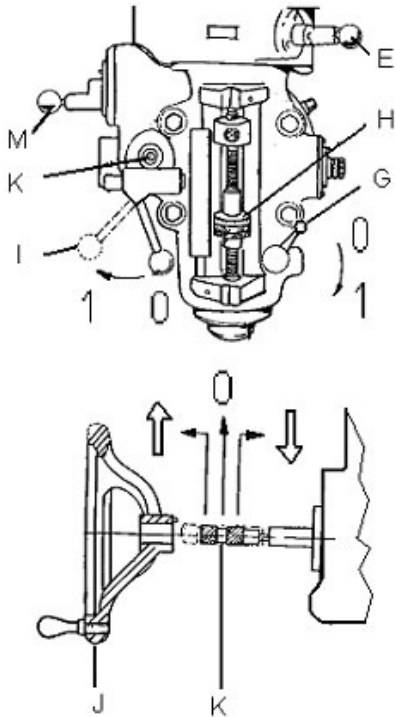

Рис.9
- **ходовой винт для перемещения стола по вертикали (С, Рис. 9).**
- **подшипниковые опоры ходового винта.** Наполнить масленку (А, Рис.9) маслом.